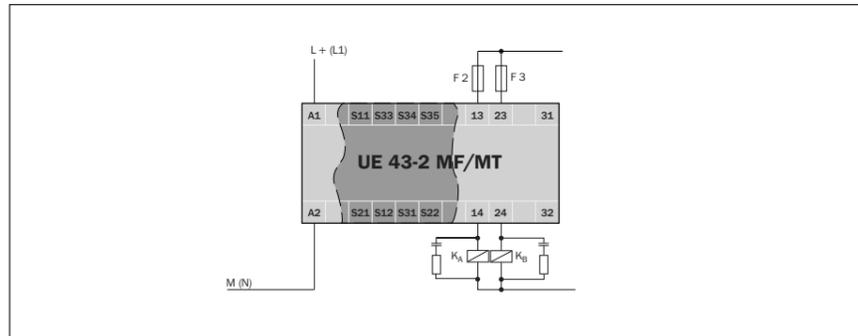

Fig. 2 : Schéma de base : alimentation, circuit de sortie à 2 voies redondantes (cf. *caractéristiques techniques*)
- Pour prévenir le collage par soudure électrique des contacts du relais, prévoir le montage d'une protection (de classe gG) contre les surintensités de sécurité, courant maxi 6 A en série avec chaque contact de commande (cf. fig. 2, fusibles F2/F3).